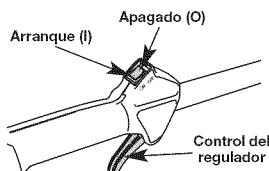

Fig. 3
- Mientras sostiene la unidad en posición de funcionamiento (Fig. 3), mueva la manija en D hacia el lugar que le proporcione el mejor agarre. Colóquela a una distancia mínima de 6 pulgadas (15,24 cm) desde el extremo de agarre del eje.
NOTA: No hay necesidad de encender la unidad. El Control de Encendido y Apagado está en la posición **ARRANQUE (I)**, en todo momento (Fig. 3).
- Oprima y mantenga oprimido el control de encendido y apagado en la posición de **APAGADO (O)** hasta que el motor se detenga por completo (Fig. 3).